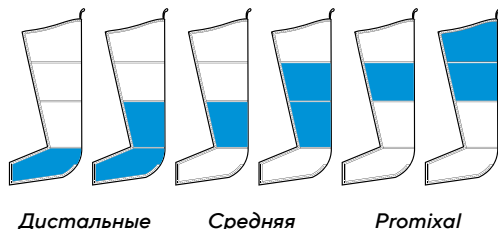

Рисунок 2 — Режим надувания ISO
- Пока обе камеры не достигнут заданного давления и не сбросят воздух одновременно, цикл начнется снова после короткой паузы (см. рис. 2).